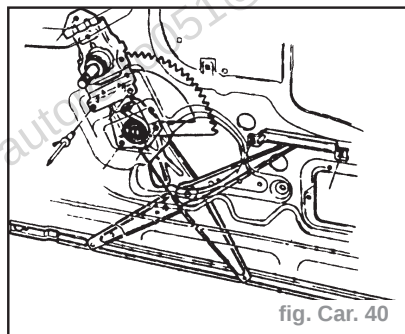

fig. Car. 40
- le mécanisme de lève-vitre après avoir rectifié la tête des 9 rivets (fig. Car. 40).